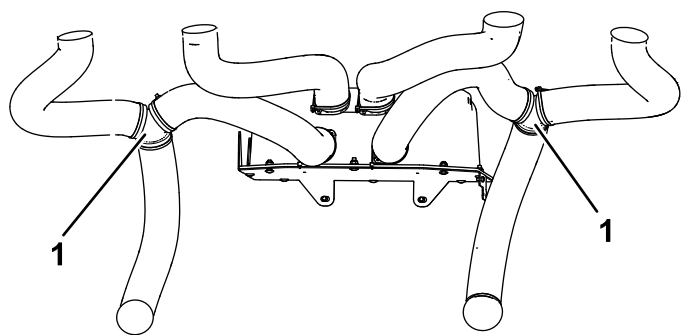

図 14
4. 2つのYアダプターと4つのケーブルタイを使って、2本のアウトターベントホースを2本の下部ホースに接続します (図 13 および 図 14)。
2本の追加ベント ホースを取付られたアウトターベントホースに接続し、2本のケーブルタイを使って固定する(図 13 および 図 14)。
5. 4本のケーブルタイを使って4本のベントホースをヒーターボックスに接続する(図 13 および 図 14)。